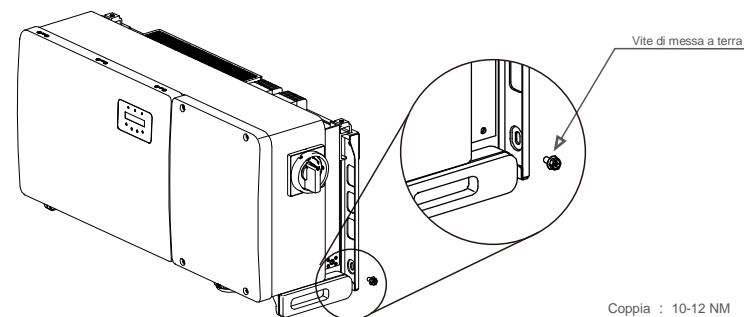

Figura 3.17 Cavo installato
- 6) Collegare il cavo di messa a terra al punto di messa a terra sul dissipatore di calore e serrare la vite di messa a terra. La coppia è di 10-12 Nm (come illustrato in figura 3.17).